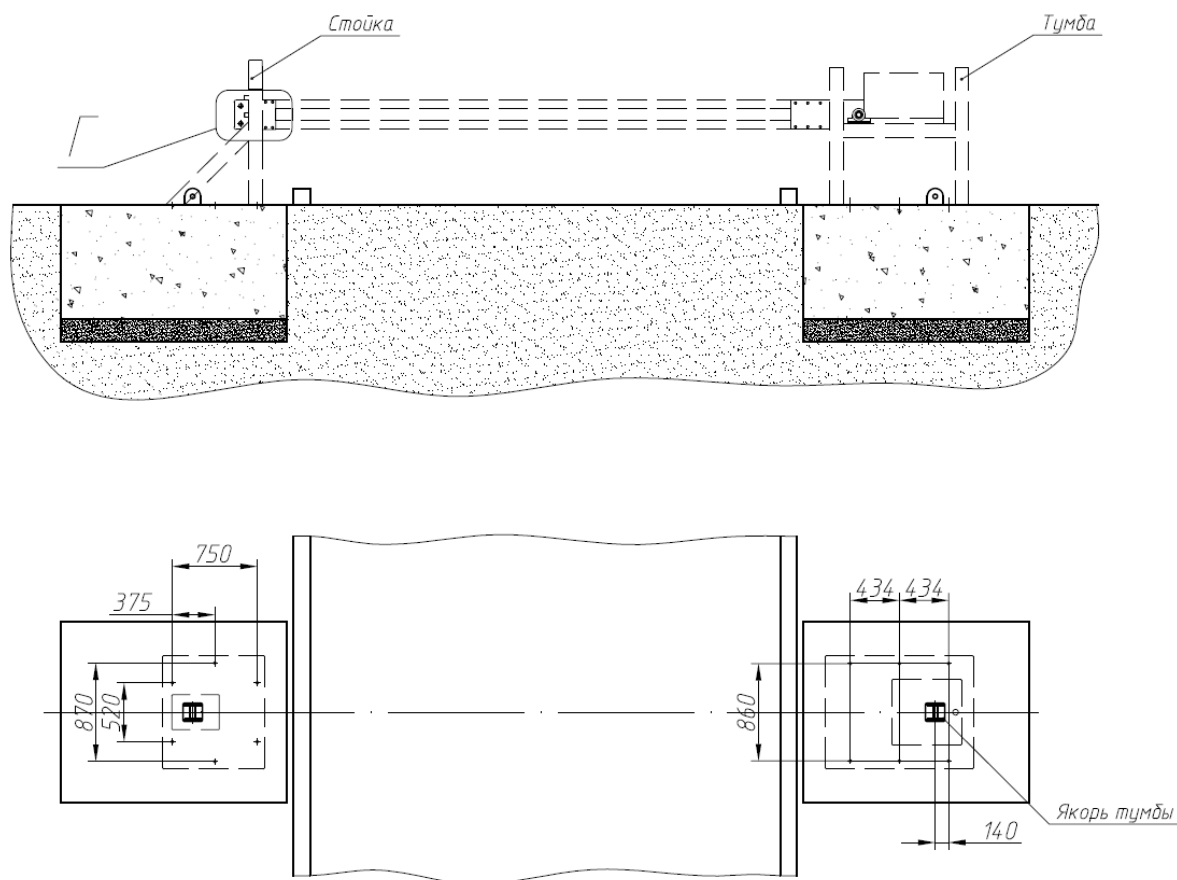
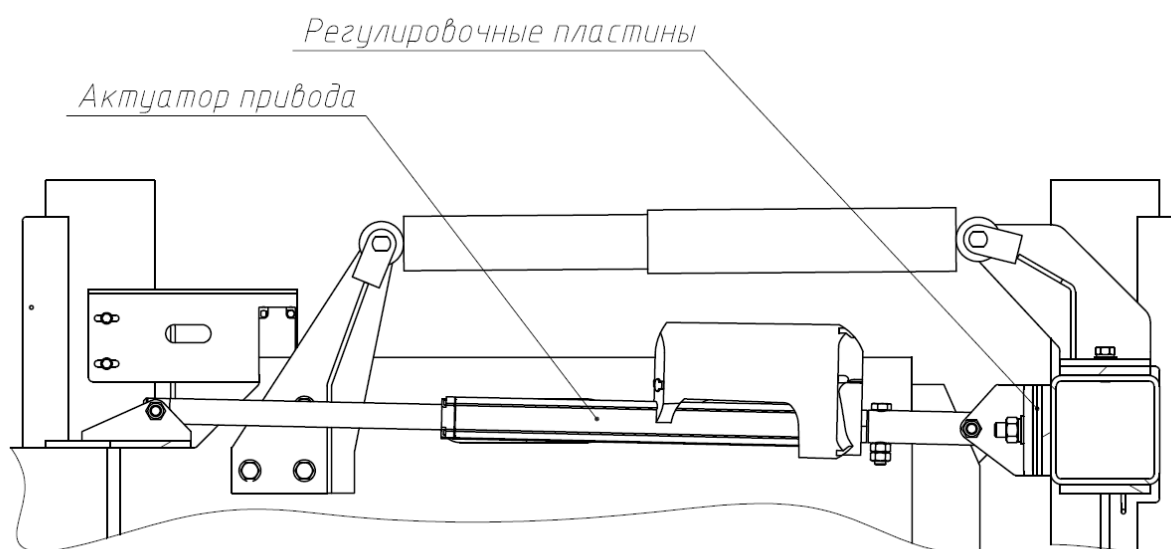

рис.3.1
рис.4.2
1.1.6 Установить шлагбаум на фундамент таким образом, чтобы якорь тумбы находился строго на оси симметрии тумбы (рис. 3.1).
1.1.11 Закрепить переднюю проушину актуатора на стреле, затем закрепить заднюю проушину актуатора на тумбе (рис. 4.2) При необходимости отрегулировать точку крепления при помощи регулировочных пластин таким образом, чтобы стрела опиралась на стойку (рис. 3.1). Убедиться, что стрела находится в середине противоположной стойки шлагбаума и установлена горизонтально, при этом конец стрелы не подвисает и устойчиво лежит на стойке. Затянуть гайки крепления подшипниковых опор.